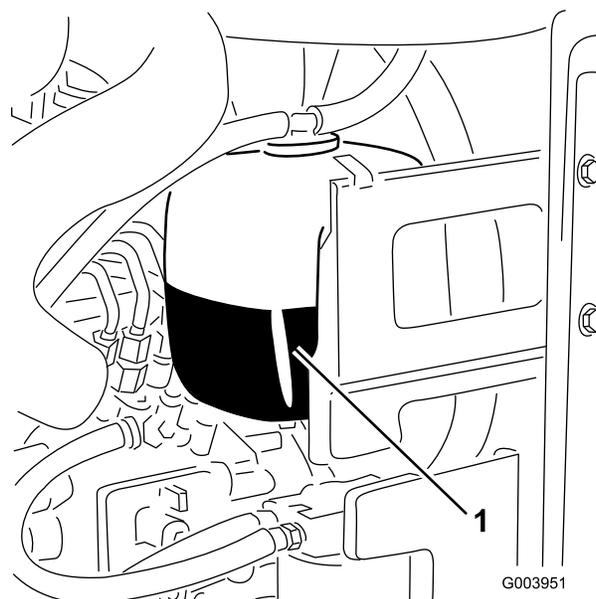

Figura 34
1. Verifique o nível de líquido de arrefecimento do depósito secundário (Figura 34).